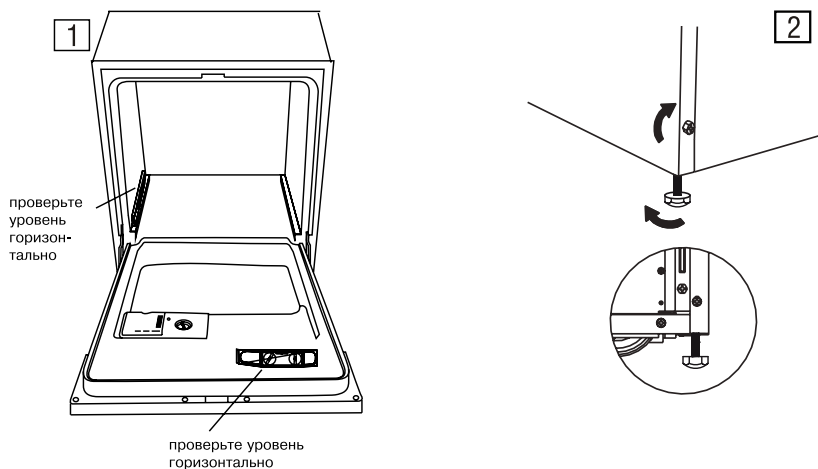

Рис. 8. Регулирование горизонтального положения машины
1. Положите уровень на дверцу и нижний рельс (см. п. 1 на рис. 8) чтобы выровнять машину.
2. Машина разработана так, чтобы пользователь мог регулировать ножки, используя винты в передней части (см. п. 2 на рис. 8).